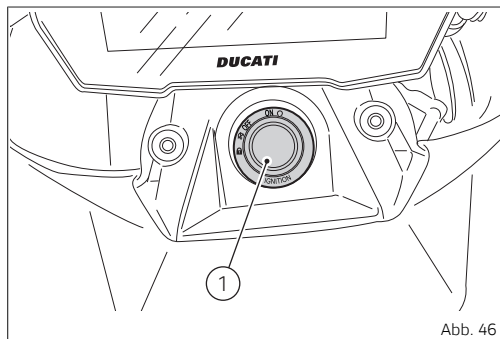
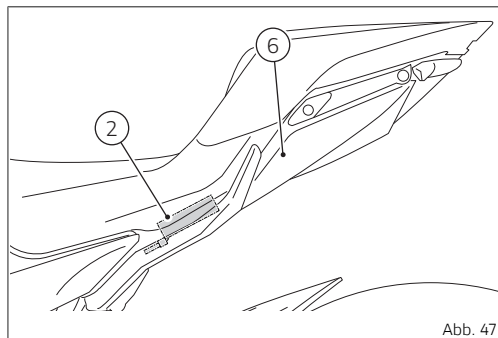

Abb. 46
Abb. 47
Die (Abb. 46 S.72) gibt die Position des Hands-Free-Blocks (1) und (Abb. 47
S.72) die der Antenne (2) unter der linken Heckverkleidungshälfte (6) an.